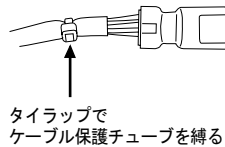

図 15
15) ケーブル保護チューブのコネクタに近い所をタイラップで縛って固定して下さい。(図15)